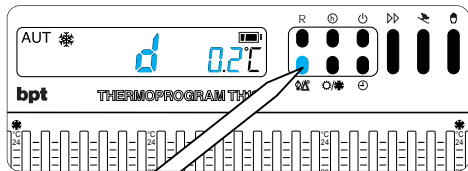

Fig. 13
**4.1** - Premere due volte il pulsante  (fig. 13). Sul display compare la scritta **d 0.2°C** che rimane visualizzata per circa 10 s.